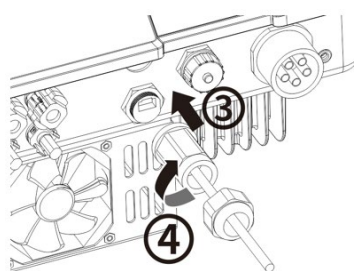

Abb. 29: Netzwerkkabel anschließen
2. Abdeckkappe des Kommunikationsanschlusses abschrauben (siehe Abb. 29, Abfolge und Pfeilrichtungen beachten) und das Netzwerkkabel in den angebrachten RS485-Kommunikations-Client einführen.
> 5 Geräte oder > 100 m - Terminieren Sie das **erste und letzte** Gerät der Kommunikationsstrecke (Gerät/Smart-Meter) durch konfigurieren des RJ45 Steckers mit integriertem 120 Ohm Abschlusswiderstand (Siehe Abb. 29).